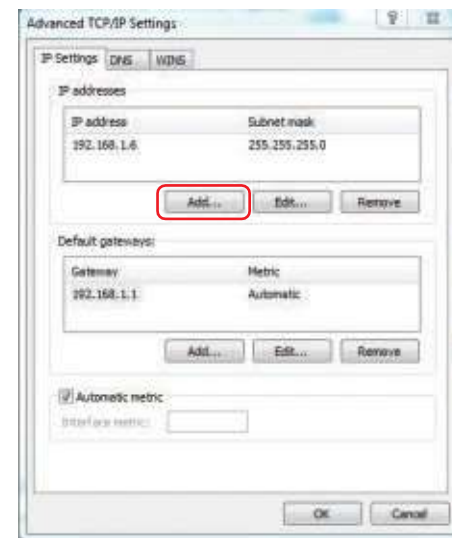

Fig. 6.8
- (2) Pentru a adăuga o adresă IP nouă, faceți clic pe “Add”, așa cum este indicat în Fig. 6.8.